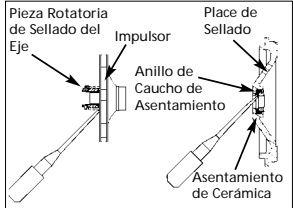

Figura 9 - Remoción del Sello del Eje y el Asentamiento de Cerámica
- Planquee la pieza rotatoria de sellado del eje para que salga del impulsor (Figura 9).
- Empuje o palanquee el asentamiento de cerámica para separarlo de la placa de sellado (Figura 9).